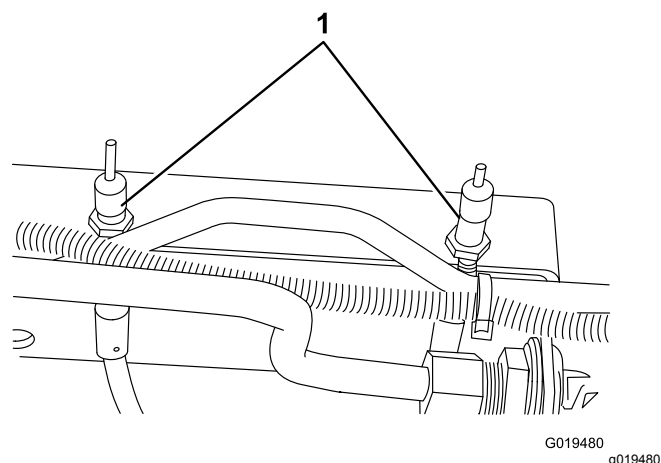

Figura 70
2. Per ridurre il gioco dei pedali del freno, stringete i freni allentando il dado anteriore sull'estremità filettata del cavo del freno (Figura 70). Serrate il dado posteriore per spostare indietro il cavo, finché i pedali del freno non hanno un gioco compreso tra 1,2 e 2,5 cm. Serrate i dadi anteriori dopo avere regolato correttamente i freni.